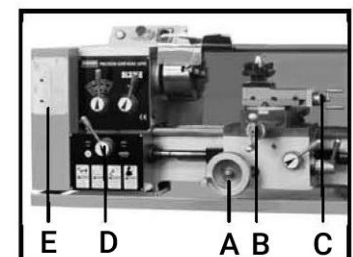

Fig. 12
Les volants du déplacement du tablier (A), de l'avance transversale (B) et du chariot supérieur (C) peuvent être actionnés pour réaliser des avances longitudinales ou transversales (Fig. 12).
1. Réglez le bouton sélecteur (D, fig. 12) pour choisir le sens et la valeur de l'avance.
2. Utilisez le tableau (E, Fig. 12) situé sur le tour pour sélectionner la vitesse d'avance ou le pas de filetage. Si l'ensemble d'engrenages installé ne permet pas d'obtenir l'avance ou le filetage souhaité, ajustez les engrenages de changement.